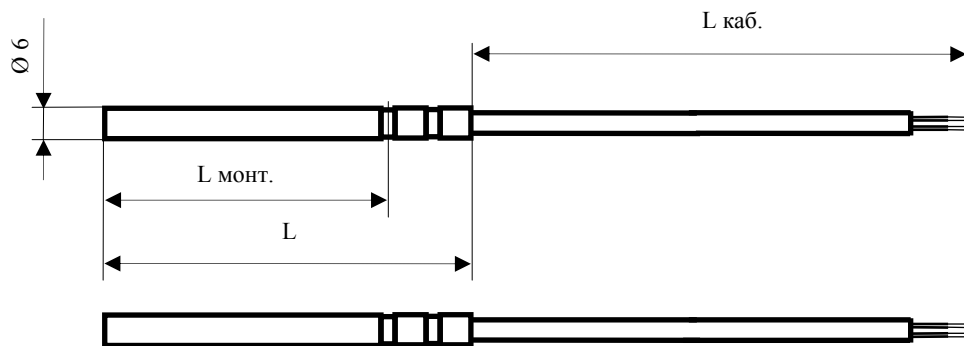

Рисунок 1. Комплект термопреобразователей **КТСПР 001-01** из двух термометров.
- Внешний вид и основные размеры ТСП 001-01 представлены на рис. 1.